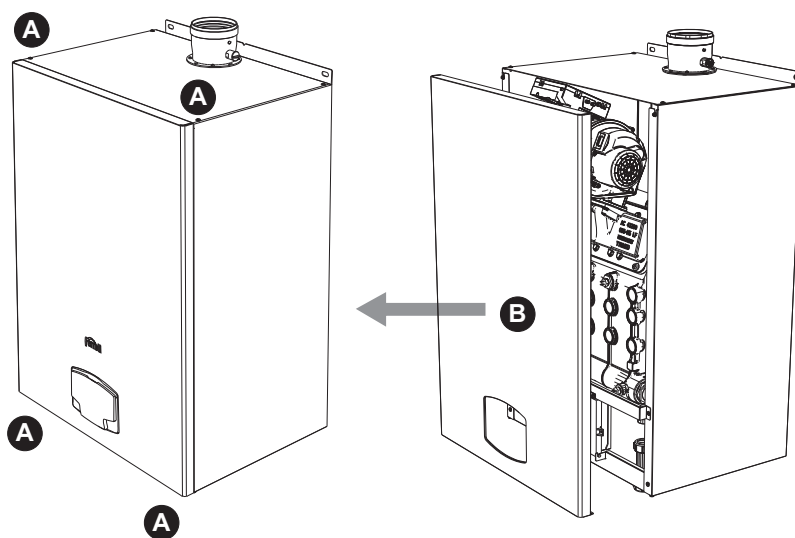

fig. 61- Apertura del panel frontal
- 1.Desenrosque los tornillos **A** (vea fig. 61).